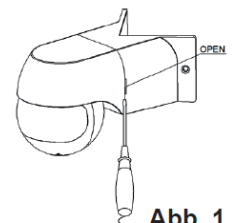

Abb. 1
- Nehmen Sie die Unterseite ab (siehe Abbildung 1)